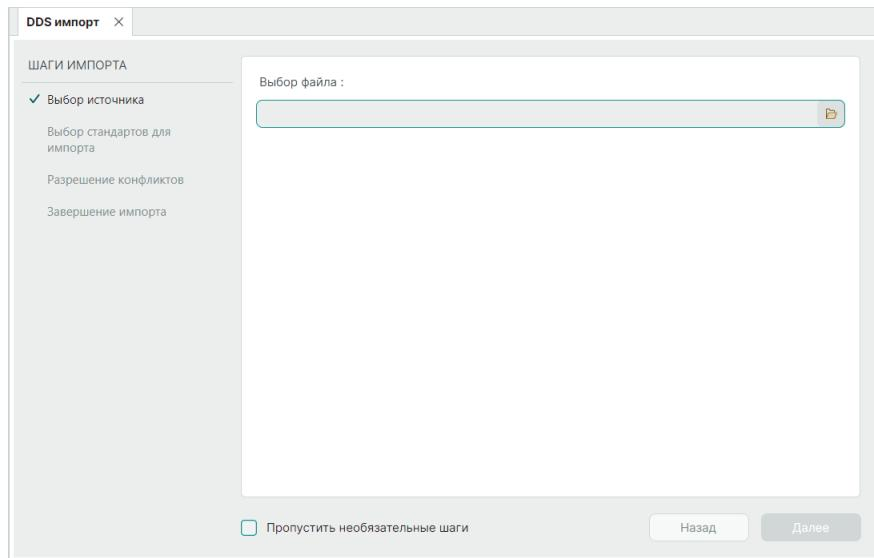

Рис. 14 Переход к выбору файла
2. На следующем этапе выберите файл, нажав символ  , см. Рис. 14.